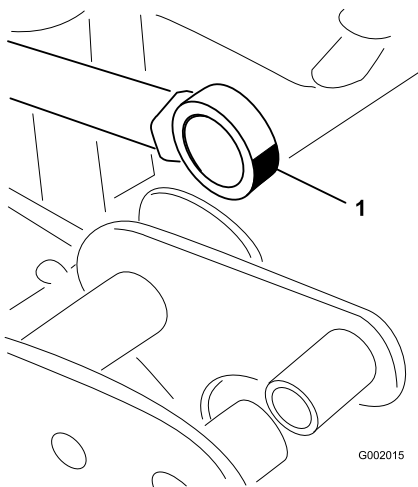

Рисунок 67
- Отклоните подшипник наконечника штока и заправьте подшипник консистентной смазкой (Рисунок 67).